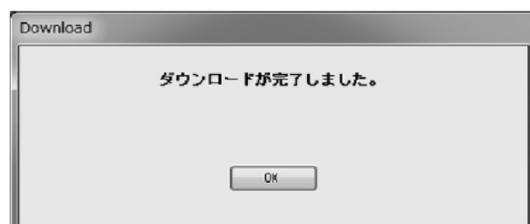

図177
- ⑨ ダウンロードが完了するとメッセージボックス(図177)が表示されますので、「OK」ボタンをクリックしてください。